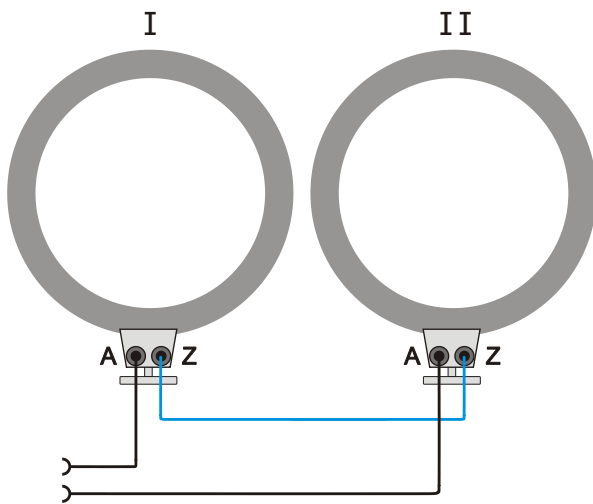

Fig. 3.1 Montage en série
- En cas de montage en série, relier la douille Z de la bobine 1 à la douille Z de la bobine 2 (voir fig. 3.1).